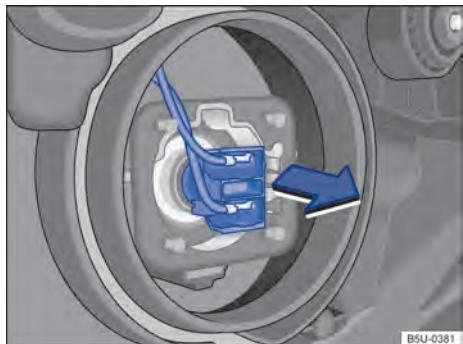

Fig. 155 Acesso à lâmpada incandescente do farol baixo.
- ⑤ Farol baixo** **A**, puxar a lâmpada no sentido da seta → **Fig. 155** para desencaixá-la do suporte.